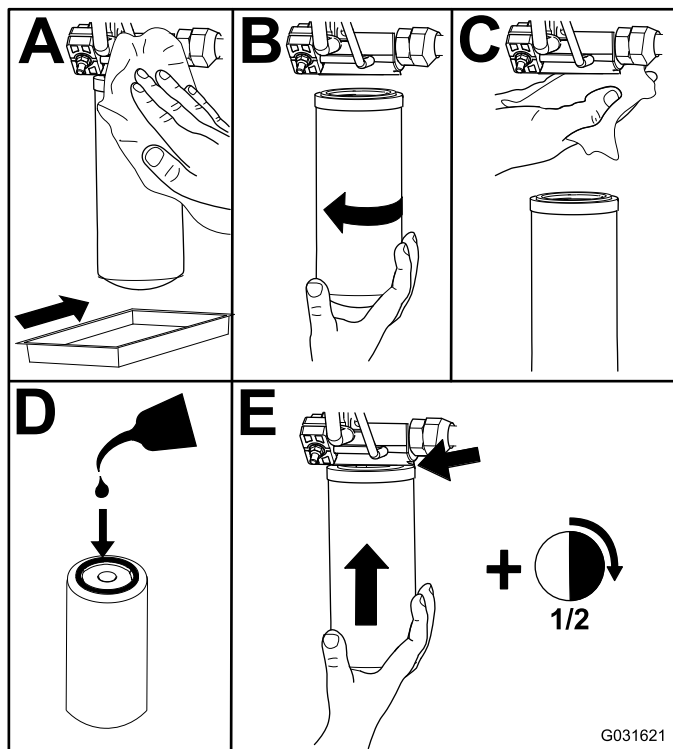

Рисунок 77
2. Замените гидравлические фильтры (Рисунок 77).